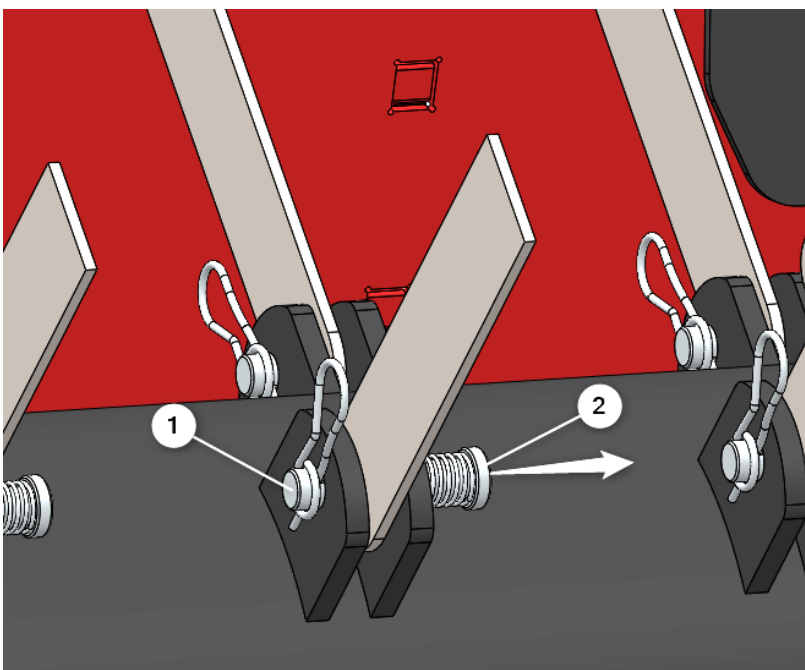

Fig. 11
6. Verwijder de borgpen (1), ondersteun het mes en schuif de pen (2) eruit. Het mes kan nu worden verwijderd (Fig. 11).